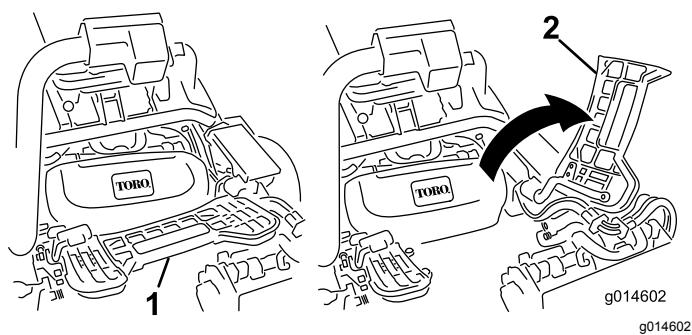

図 44
2. フットレストを跳ね上げて開き、中央カッティングユニット取り付け位置へのアクセスを確保する 図 44。